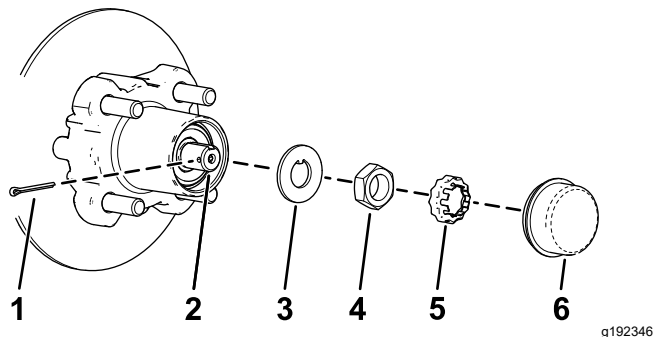
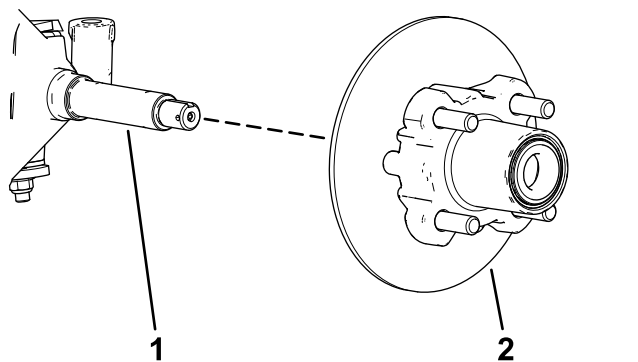

Figure 33
Figure 34
- Retirez le couvre-moyeu du moyeu (Figure 33).
- Retirez la goupille fendue et le frein d'écrou de la fusée et de son écrou (Figure 33).
- Enlevez l'écrou de la fusée, et séparez l'ensemble moyeu et rotor de la fusée (Figure 33 et Figure 34).